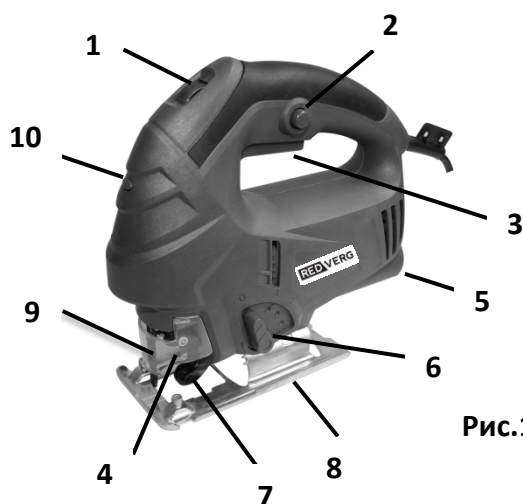

Рис.1
Выберите рабочее плотно (пилку), в зависимости от типа обрабатываемого материала, ослабьте два винта в пилкодержателе **4** (рис.1) используя ключ-шестигранник. Вставьте рабочее полотно в пилкодержатель **4** (рис. 1), убедитесь, что зубья пилки направлены
вперёд, а задняя часть пилки располагается в направляющем ролике **7** (рис.1), затяните винты с помощью ключа-шестигранника;
7.2. Кратковременное включение лобзика осуществляется нажатием на выключатель **3** (рис. 1).
Длительное включение лобзика осуществляется нажатием на выключатель **3** (рис.1) с последующим кратковременным нажатием на фиксатор выключателя **2** (рис.1), при этом выключатель должен зафиксироваться во включённом положении.
7.3. Регулятором числа оборотов **1**(рис.1)можно выбрать необходимое число ходов рабочего полотна (пилки).
Применять маятниковый ход рекомендуется только при прямых резах, благодаря применению маятникового хода, значительно увеличивается качество прямых линий реза. Величина амплитуды маятникового хода регулируется специальным переключателем **б** (рис.1) и выбирается в зависимости от типа обрабатываемого материала.
Данный лобзик оборудован лазерной линейкой, позволяющей производить прямолинейные пропилы быстро и точно. Для включения лазерной линейки необходимо нажать на кнопку **(10)**(Рис.1), для выключения лазерной линейки данную кнопку нажать повторно.
Для пиления под углом от 0° до 45° (вправо или влево) необходимо установить регулируемую подошву лобзика **(8)** (рис.1) под нужным углом.